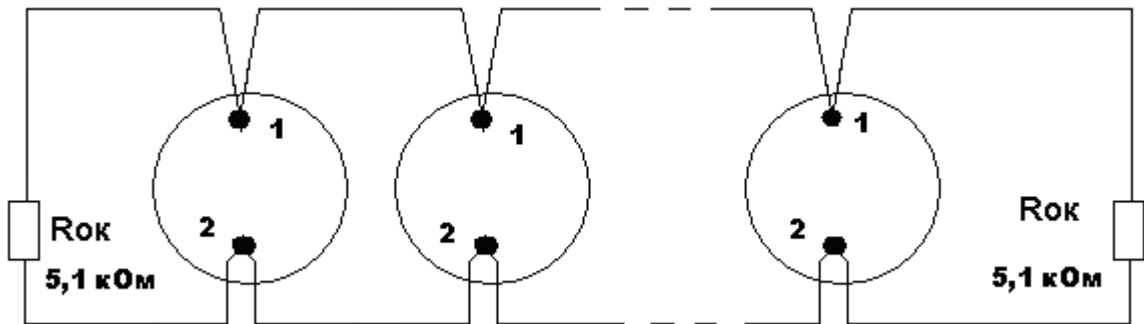

Рис. 2
6.10 При объединении извещателей в локальную сеть необходимо при помощи двухпроводного шлейфа соединить одноименные контакты баз между собой, введя провода шлейфа через два отверстия $\varnothing 8$ мм в базах, а в начале и в конце шлейфа сигнализации установить резисторы Рок. Проверить работу группы извещателей, вызвав срабатывание любого из них согласно п. 6.8. На сработавшем извещателе включится прерывистый звуковой сигнал и будут наблюдаться частые вспышки красного оптического индикатора. Все остальные извещатели должны выдать только прерывистые звуковые сигналы. Схема подключения извещателей в автономную систему сигнализации приведена на рис. 2.